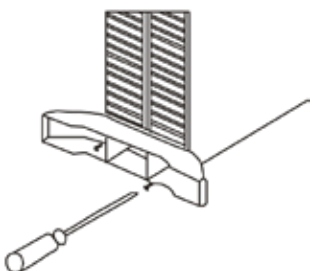

Figure 2.
- a. Glissez la fiche avec le câble d'alimentation du chauffage d'appoint à travers l'ouïe ronde qui se trouve dans le socle. Voir figure 2.